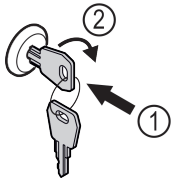

Fig. 165 Représentation à titre d'exemple
- Insérer la clé Fig. 165 (1).
- Tourner la clé à 90° dans le sens horaire Fig. 165 (2).